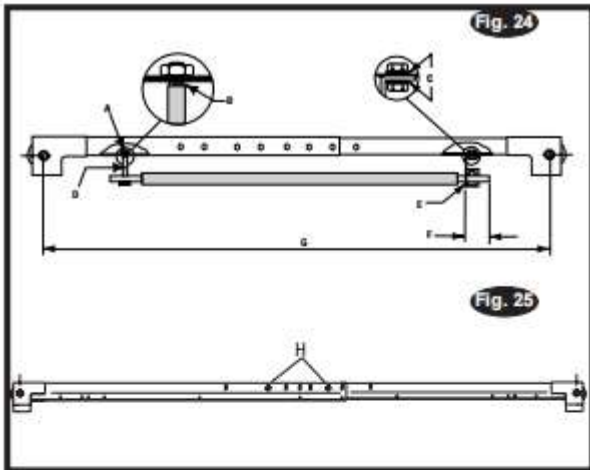

Bild 24/25 Detalj
3. För in M6\*70 HHCS genom svänghål i slutet av omkopplarsstången. Sätt i motsatt ände av stången genom kortplatsen i brytarfästet Bild 24. Fäst sedan HHCS och omkopplarsstången på över huvudet enligt bilden, med hjälp av (2) 19 mm distans och M6-låsmutter. Dra åt Hex-bulten och lämna 1,6 mm mellanrum mellan distansen och överliggande monteringen. Bild 24